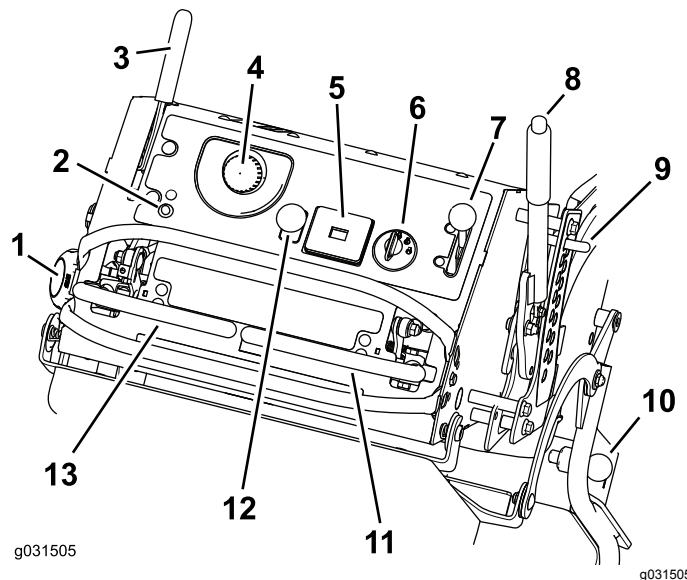

Figura 4
Familiarícese con todos los controles antes de poner en marcha el motor y trabajar con la máquina (Figura 4).
Si se detecta un problema o una avería en el sistema, se enciende el indicador de avería (IA) (Figura 4).
El mando de la toma de fuerza (TDF) se utiliza para engranar y desengranar las cuchillas del cortacésped o arrancar y parar accesorios motorizados (Figura 4); consulte Operación de la TDF \(página 16\).
El acelerador controla la velocidad del motor y tiene un ajuste variable continuo de LENTO a RÁPIDO (Figura 4).
Las palancas de control de movimiento se utilizan para conducir la máquina hacia adelante, hacia atrás y girarla en ambos sentidos (Figura 4).